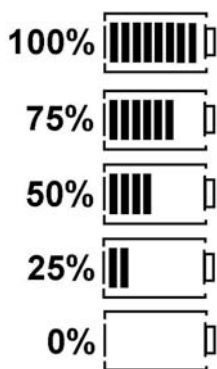

Afb. 5: LCD-display
De zoemer (afb. 3, pos. 5) kan voor de doorgangsmmeting ingeschakeld worden. Het symbool verschijnt op het LCD-display (afb. 5, pos. 4).
- 7 Symbool voor TRMS (AC)
De actuele laadtoestand van de batterijen wordt permanent op het LCD-display weergegeven (afb. 5, pos. 5). Het aantal balken geeft de laadtoestand van de batterijen in procent aan (afb. 6).
Het symbool voor een defecte zekering (afb. 5, pos 12) knippert op het LCD-display, wanneer de interne zekering van de FSA 50 na overbelasting gesmolten is. De zekeringswaarde is op de typeplaat van de FSA 50 afgedrukt.
ⓘ Bij een Bluetooth-communicatie wordt op het LCD-display na het indrukken van de keuzetoets ► (afb. 3, pos. 4) ca. een seconde lang  weergegeven (afb. 5, pos. 2).